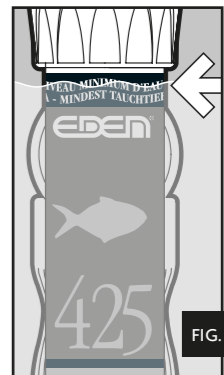

FIG. 1
- ◆ The heater must be submersed to at least the "MINIMUM WATER LEVEL" indication (fig. 1).
To obtain the best distribution of heat in the tank, place the heater inside the aquarium so that the water can circulate freely around the glass tube, with the heating element part at the bottom of the aquarium. Otherwise the thermostat cannot work correctly. The heater is fully submersible and for correct functioning it must be submersed at least till the "MINIMUM WATER LEVEL" mark (fig. 1).
- ◆ Le chauffage doit être immergé au minimum jusqu'à l'indication "NIVEAU MINIMUM DE L'EAU" (fig. 1).
- Le chauffe-eau est complètement submersible et pour fonctionner correctement il doit être immergé au moins jusqu'au repère "NIVEAU MINIMUM DE L'EAU" (fig. 1).
- ◆ **De staafverwarming moet minimal tot het streep "MINIMUM WATER LEVEL" (afb. 1) onder water zitten.**
- Voor een ideale verdeling van de warmte is de staafverwarming op een plek te zetten, met een zo goed als mogelijk watercirculatie. Het moet verticaal het verwarmingselement richting aquarium bodem worden vast gezet. De staafverwarming kan volledig worden ondergedompeld maar moet minimal tot het streep "MINIMUM WATER LEVEL" (afb. 1) onder water zitten.
- ◆ **El termocalentador se sumergirá como mínimo hasta la indicación "NIVEL MÍNIMO DE AGUA" (fig. 1).**
El termocalentador es completamente sumergible, y para que funcione correctamente se debe sumergir al menos hasta la marca "NIVEL MÍNIMO DE AGUA" (fig. 1)